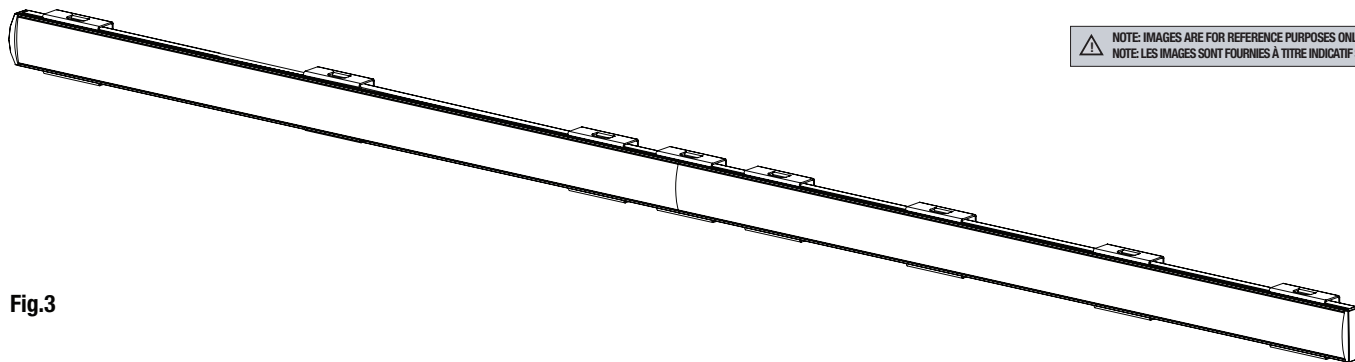

Fig.3
5. Installer les lentilles sur les deux luminaires (Fig. 3).